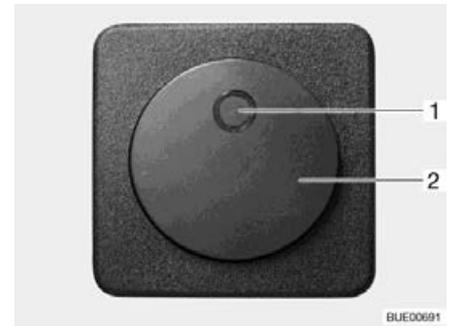

Bild 221 Schalter für elektrische Fußbodenerwärmung
- Den Wippschalter (Bild 221,2) drücken. Die Kontroll-Leuchte im Schalter (Bild 221,1) leuchtet.
- Den Wippschalter (Bild 221,2) drücken. Die Kontroll-Leuchte (Bild 221,1) im Schalter erlischt.